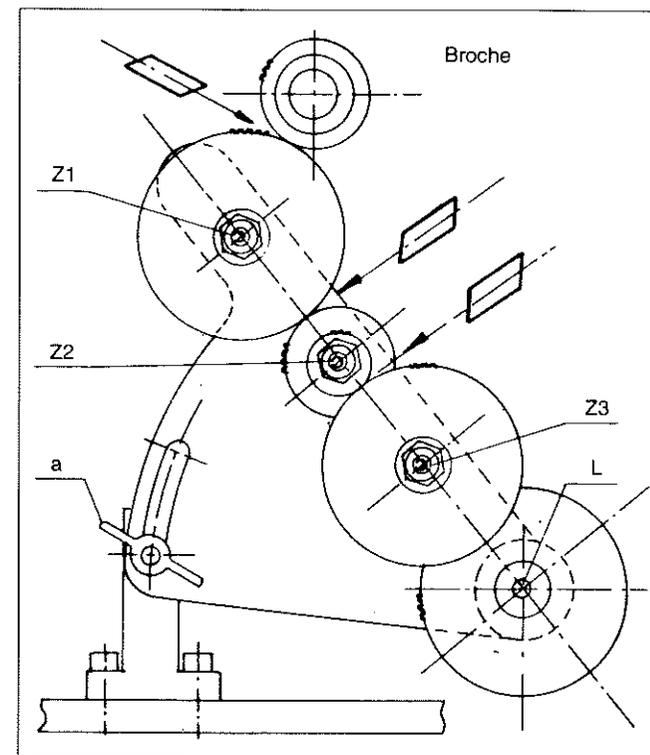

Fig. 15
Après mise en place des pignons et réglage des jeux (environ 0,05 mm), replacer la lyre en position telle, que la prise de mouvement à la broche soit assurée (Fig. 15).
- b) remettre la lyre en contact (fig. 15, page 19),